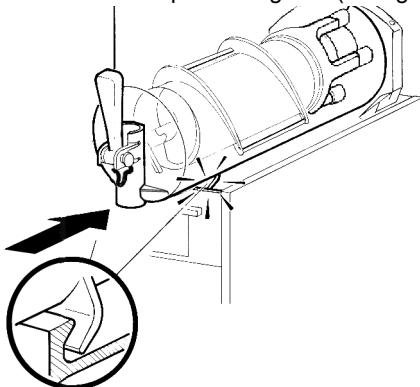

figura 14
- 6** Montar el contenedor y empujarlo hacia la pared posterior, controlando que calce completamente en la junta y, al mismo tiempo, que sus ganchos inferiores coincidan con las correspondientes salientes del plano de goteo (ver figura 14).